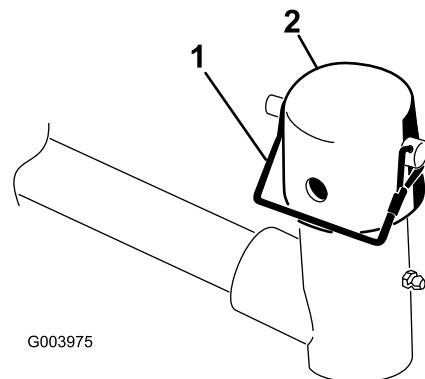

Bild 7
6. Entfernen Sie den Klappstecker aus dem Hubarmgelenkloch. Entfernen Sie dann die Kappe (Bild 7).
10. Befestigen Sie die Kappe und die Trägerschalenwelle mit dem Einraststift am Hubarmjoch (Bild 7).